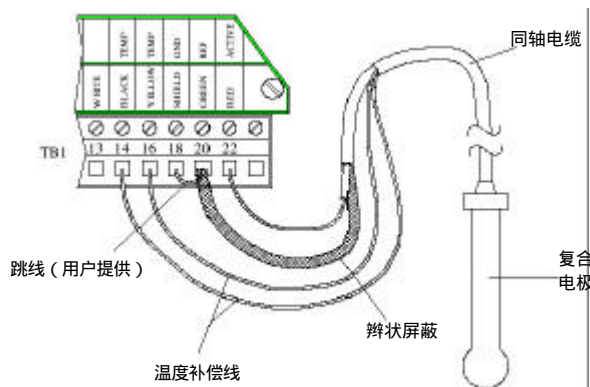

图 2-7 连接常规复合电极和序列号前缀带“B”的分析仪
电极必须在距离分析仪 100 英尺/30 m 的范围内（带前置放大器的电极为 985 英尺/300 m）。参考图 2-7 或 2-8 将电极的同轴电缆直接连接到分析仪上。
- 接线端子 18 和 20 用于序列号前缀带 “B” 的分析仪（图 2-7）
- 接线端子 14 和 16 用于序列号前缀带 “B” 的分析仪，连接每一根电线到相应的接线端子上（图 2-7）
- 接线端子 14 和 15 用于带 “A” 或无字母前缀序列号的分析仪，连接每一根电线到相应的接线端子上（图 2-7）